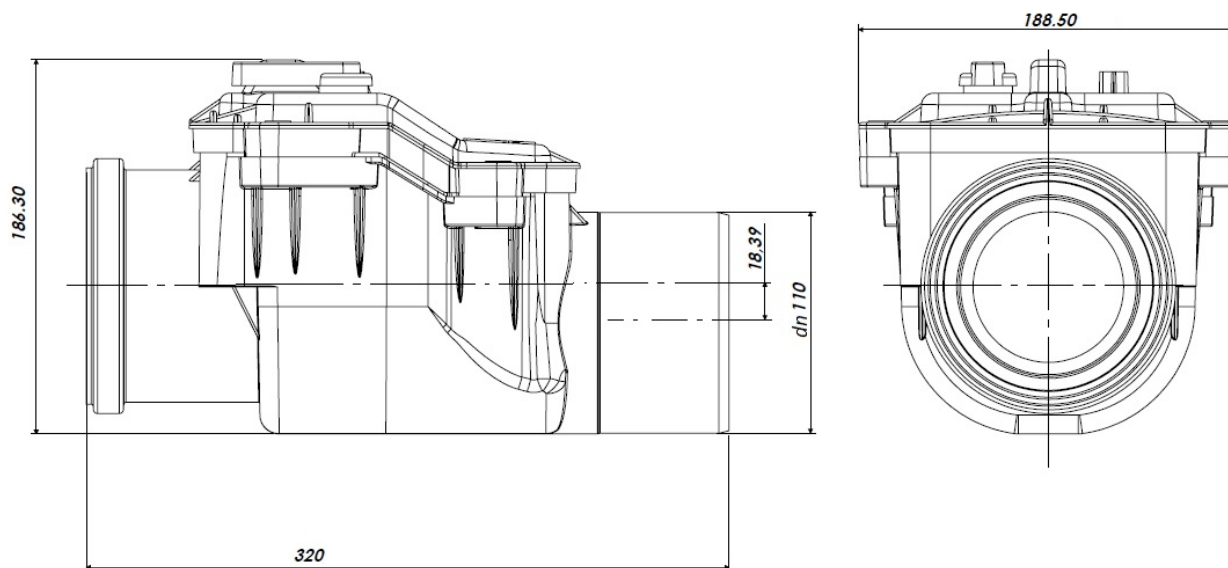

Рисунок 1. Обратный клапан, основные геометрические размеры в мм.
3.2. Геометрические размеры обратного клапана указаны на рис.1.
Рисунок 1. Основные размеры раструба и трубного конца под уплотнительное кольцо. ds- внутренний диаметр раструба; А- минимальная длина контакта; В- длина входа; С- глубина точки эффективного уплотнения; L₁ - длина трубного конца